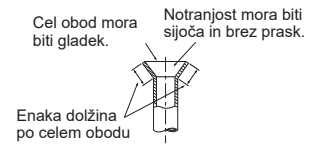

Fig. 6
- Spoj cevi primerjajte s Fig. 6.